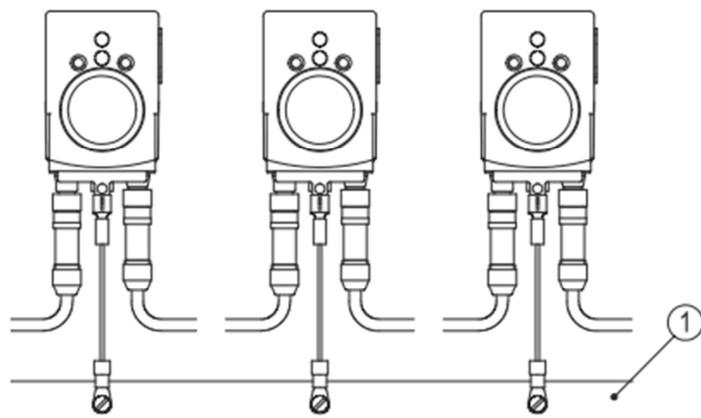

図4：アースバー
複数の機器をご使用いただく場合、アースバー①への接続を推奨します。(図4 参照)